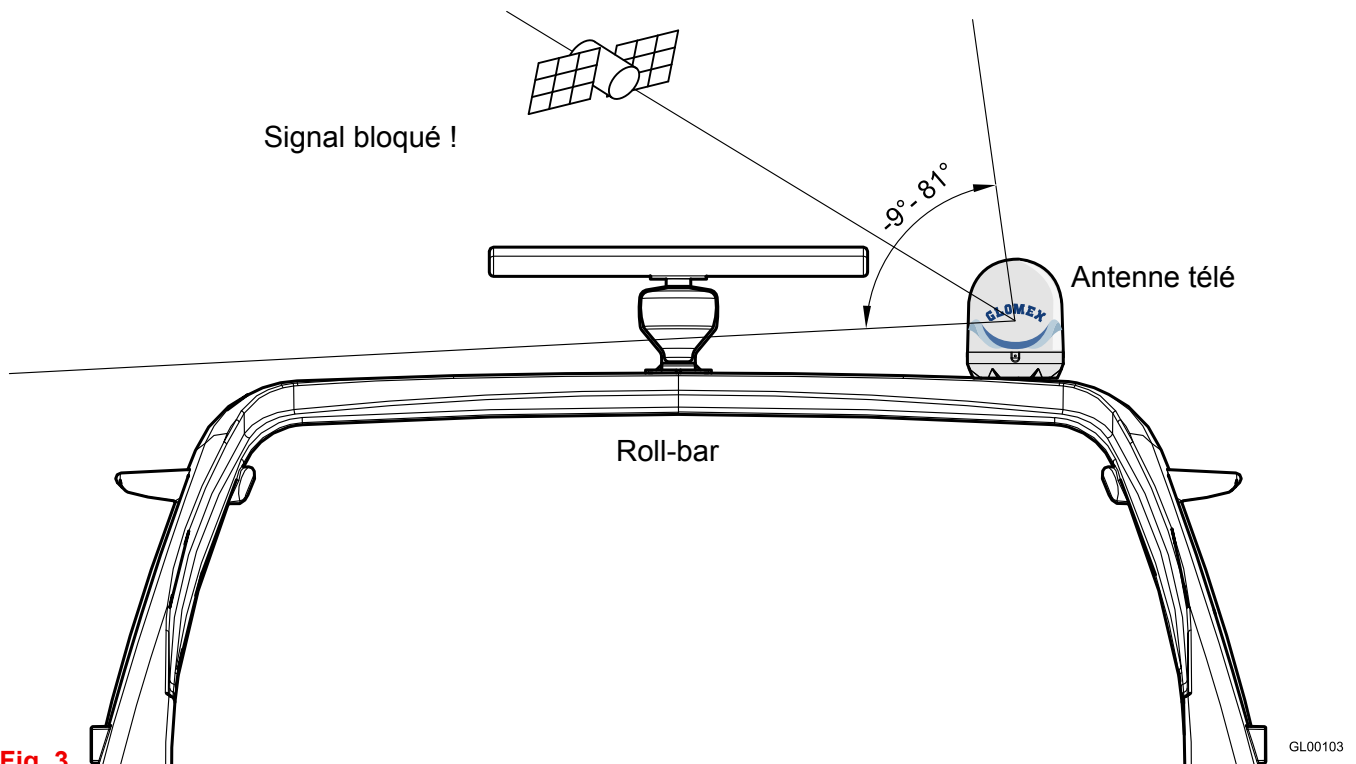

Fig. 3
- l'antenne nécessite d'un angle de levage entre - 9° et 81° pour recevoir les signaux satellitaires (Fig. 3).